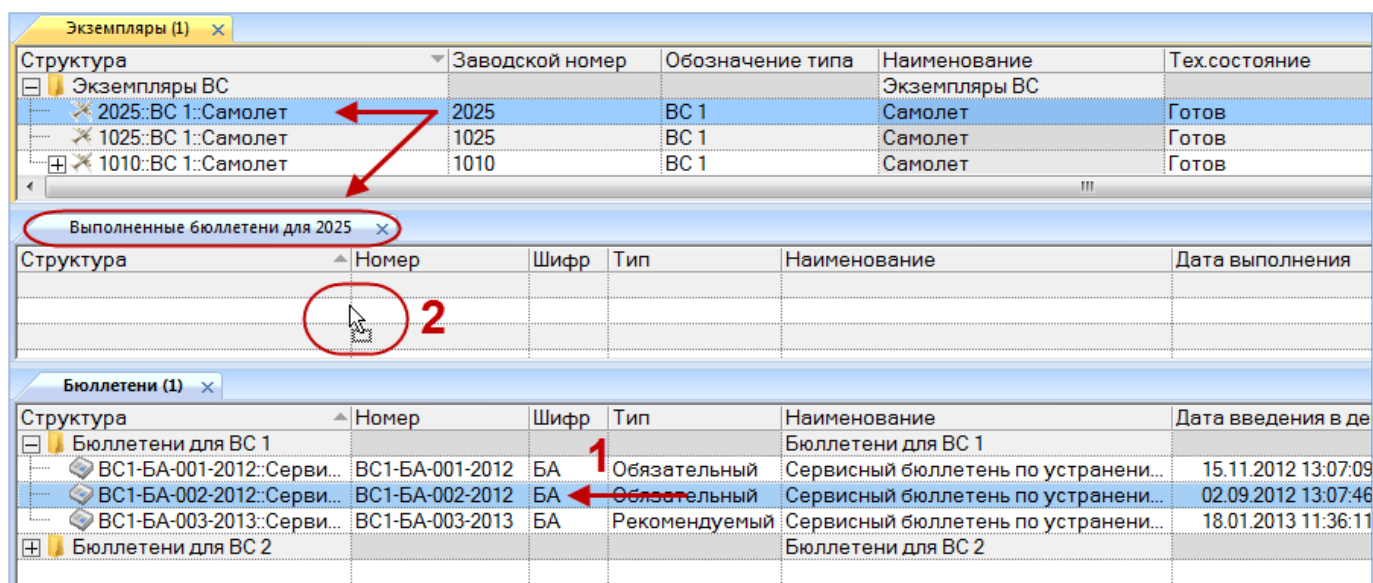

Рис. 13-525 – Переместить бюллетень в окно связанных объектов «Бюллетени» для экземпляра ВС
5) Если такая связь уже существует, то выдается предупреждение (рис. 13-525).